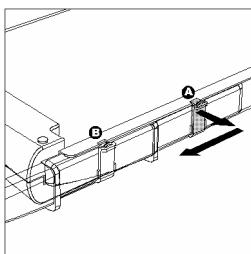

Figura 1
- 2 La leva di taglio si blocca sul bordo inferiore del refilatore. Per sbloccare la leva di taglio, tirare il dispositivo di fermo verso destra (figura 1, A) spingendola in avanti in posizione B (figura 1).